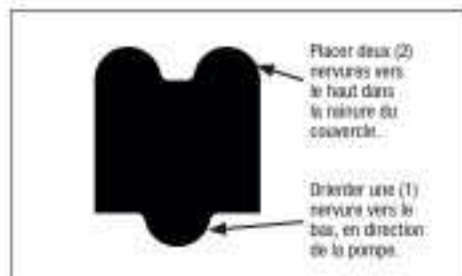

Figure 19. Coupe transversale du joint de couvercle
3. Insérer le joint dans la rainure du couvercle, les deux (2) nervures étant tournées vers l'intérieur de la rainure du couvercle et l'une (1) vers l'extérieur, en direction de la pompe. Voir la Figure 19 pour une visualisation en coupe transversale.